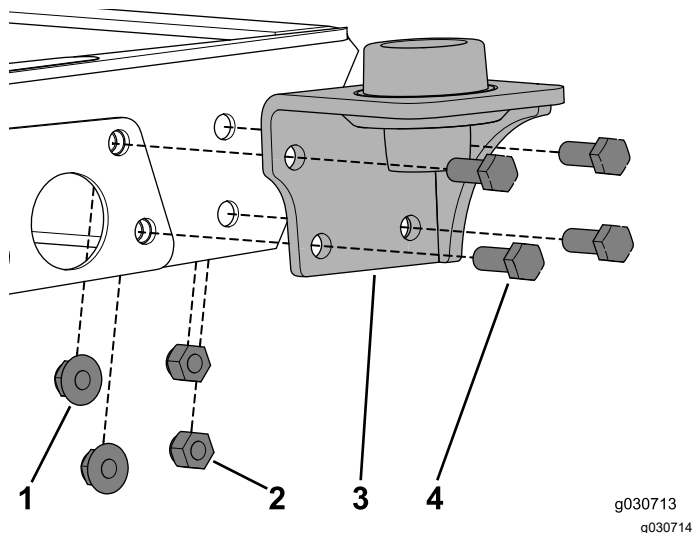

図 19
1. 既存のボルト類を外し、代わりにボルト $\frac{3}{8}$ " x 1" 4本、とフランジナット2個、ロックナット2個を使用して、マウントを機体に固定する 図 19。